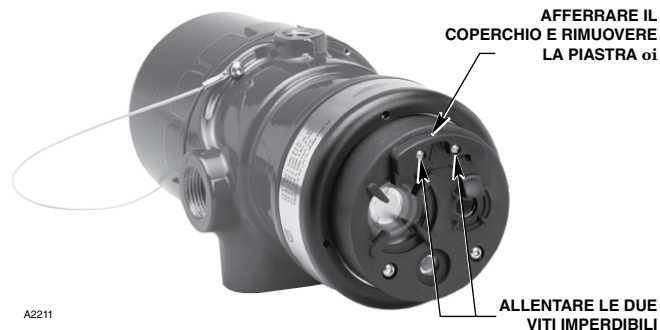

Figura 17: Rimozione della piastra **oi**
2. Allentare le due viti imperdibili, quindi afferrare la piastra **oi** dal coperchio e rimuoverla dal rivelatore. Vedere la Figura 17.